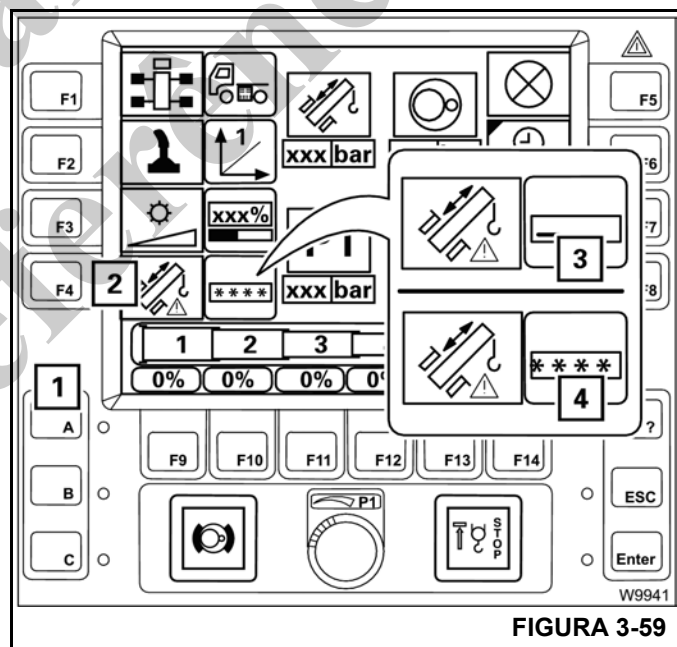

FIGURA 3-59
1. Pressione uma vez o botão F4 (2) (Figura 3-59), o símbolo (3) aparece.